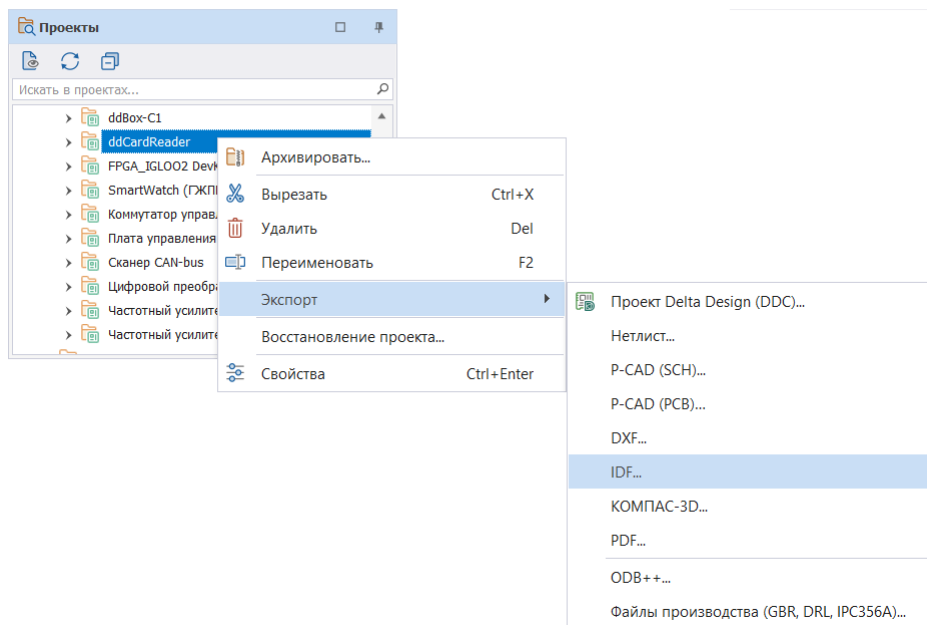

Рис. 86 Вызов экспорта IDF с узла платы проекта
1. Вызовите контекстное меню с узла платы проекта → «Экспорт IDF...», Рис. 86.